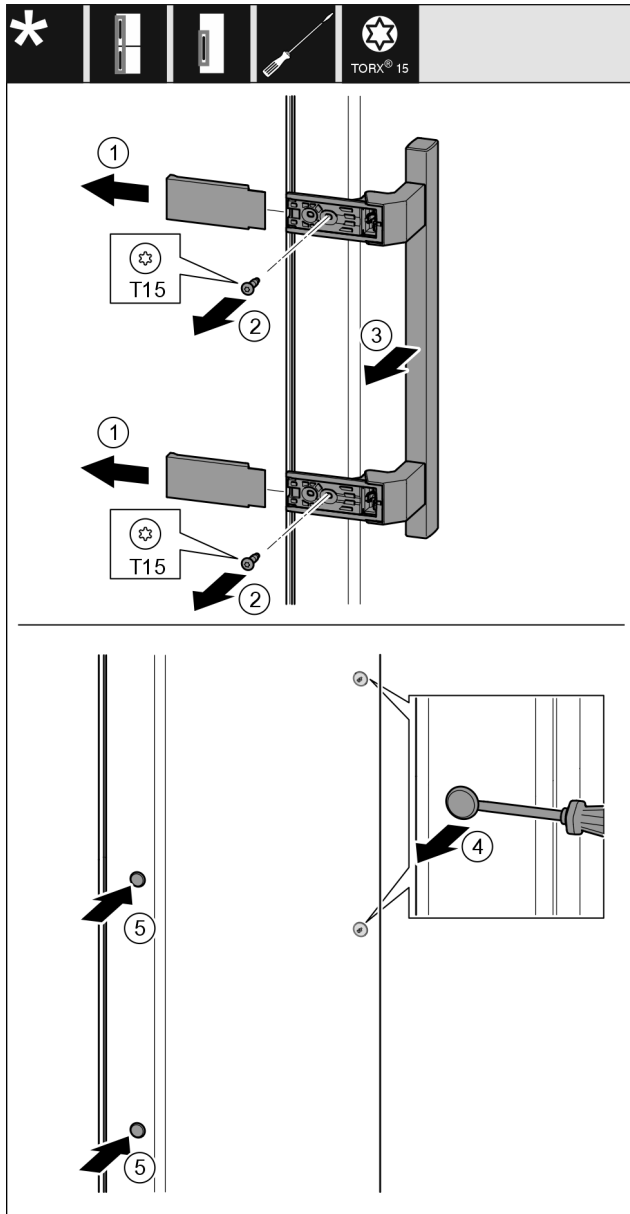

Fig. 19
- Stiahnite kryt Fig. 19 (1).
- Vyskrutkujte skrutky Fig. 19 (2) skrutkovačom.
- Odoberte držadlo Fig. 19 (3).
- Plochým skrutkovačom opatrne nadvihnite a vyberte bočnú zátku Fig. 19 (4).
- Zátku Fig. 19 (5) opäť nasadte na druhú stranu.